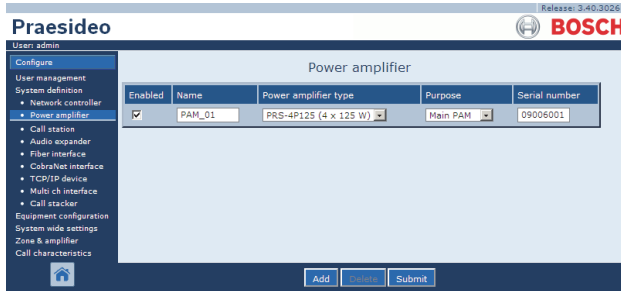

abbildung 43.11: Endstufe löschen, Schritt 5
- Klicken Sie auf die Schaltfläche *OK*, um die Popup-Meldung zu bestätigen. Im Mainframe der webbasierten Benutzeroberfläche erscheint ein Bildschirm, der dem in abbildung 43.11 ähnelt. Die gelöschte Endstufe wird in nicht länger in der Tabelle angezeigt.